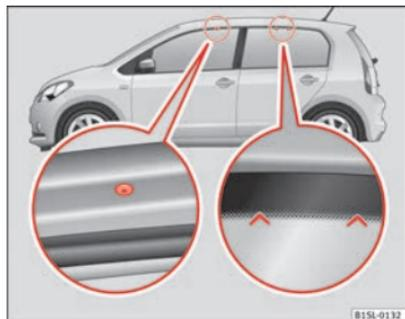

Fig. 72 Puntos de fijación de los soportes básicos y del portaequipajes del techo.
Los orificios para la fijación delantera se encuentran en la parte inferior de los largueros del techo y están cerrados con tornillos de plástico ⇒ fig. 72 (imagen ampliada izquierda). Los orificios sólo se pueden ver con la puerta abierta. Las marcas para la fijación en la parte posterior se encuentran en la parte superior de las ventanillas laterales traseras ⇒ fig. 72 (imagen ampliada derecha).
- El soporte básico debe fijarse únicamente en los puntos indicados en la ilustración ⇒ fig. 72.